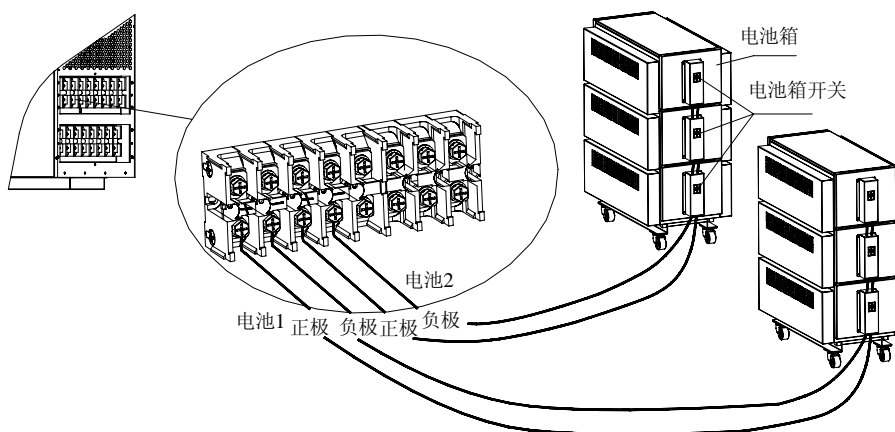

图 2-2 外接电池的连接
4. 按图 2-2 所示方法，分别将电池组的正极（红色），负极（黑色）接到 UPS 输入/输出端子台的电池接线“+”端和“-”端，并拧紧固定螺丝，注意切勿将电池的正、负极接反。